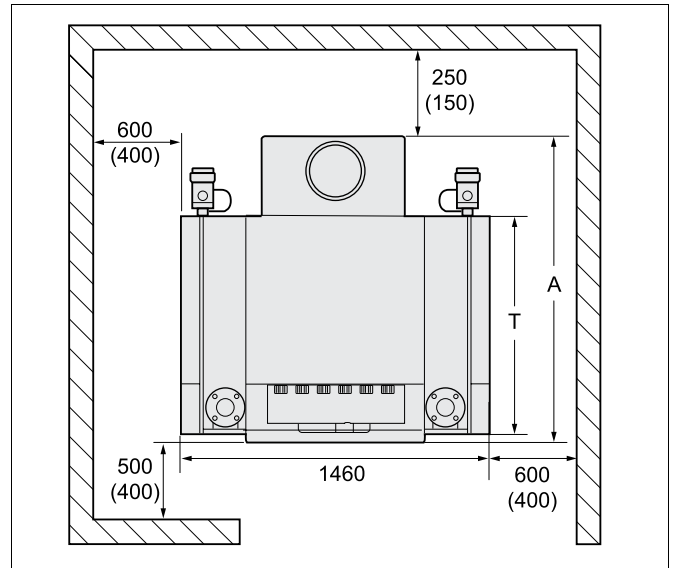

Fig. 3 Camera de amplasare cu cazanul de încălzire (Mărime în mm)
- Aveți în vedere la amplasarea cazanului de încălzire să respectați valorile minime date (Mărimile din paranteză). Pentru a simplifica lucrările de montaj, întreținere și service trebuie să utilizați distanțele față de perete recomandate (fig. 3).